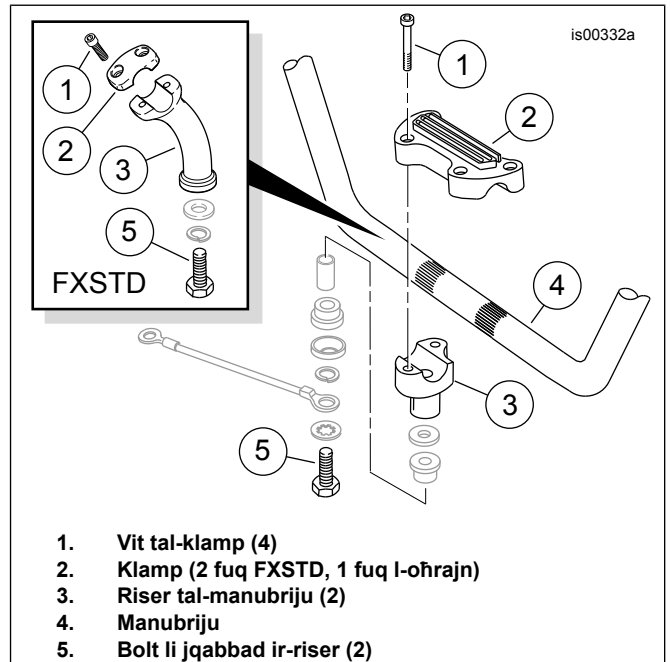
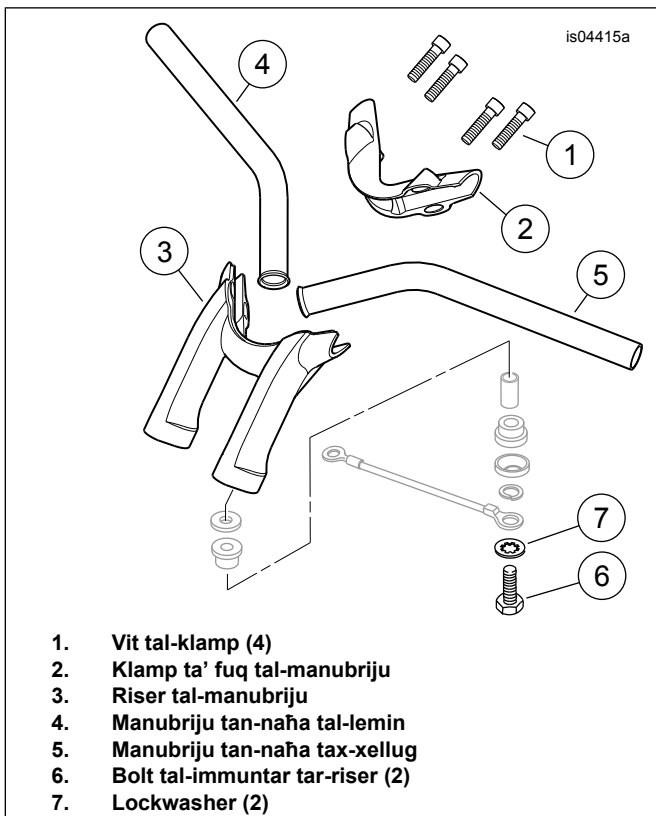

Figura 1. Klampi tal-Manubriju u Risers (Mudelli Dyna u Softail)
Figura 2. Klamp u Riser tal-Manubriju (Mudelli Rocker)
12. **Għall-mudelli Dyna u Softail kollha FLIEF dawk Rocker (FXCW/C):** Ara Figura 1 . Neħhi u armi l-viti (1), il-klamp ta' fuq (2) u l-manubriju (4). **Għall-mudelli Rocker (FXCW/C):** Ara Figura 2 . Neħhi u armi l-erba' viti b'ras ta' sokit eżagonali (1) li jorbtu l-klamp ta' fuq tal-manubriju (2) mar-riser (3). Neħhi u armi l-klamp. Neħhi l-manubriji (4 u 5) mill-mutur.
14. **Għall-mudelli Dyna u Softail kollha FLIEF dawk Rocker (FXCW/C):** Ara Figura 1 . Neħhi ż-żewġ boltijiet tal-immuntar tar-riser (5) minn taħt il-bracket tal-furketta ta' fuq. Neħhi u armi r-risers tal-manubriju (3), iżda zomm l-bqija tal-ħardwer tal-iżolazzjoni tar-riser sabiex jiġi installat aktar tard. **Għall-mudelli Rocker (FXCW/C):** Ara Figura 2 . Neħhi u armi ż-żewġ boltijiet tal-immuntar tar-riser (6) u l-lockwashers (7) minn taħt il-bracket tal-furketta ta' fuq. Neħhi u armi r-riser tal-manubriju (3), iżda zomm l-bqija tal-ħardwer tal-iżolazzjoni tar-riser sabiex jiġi installat aktar tard. **Għall-mudelli Dyna u Softail kollha:** Ipproċedi għal "WAJERS INTERNI TA' MANUBRIJU ĠDID" .